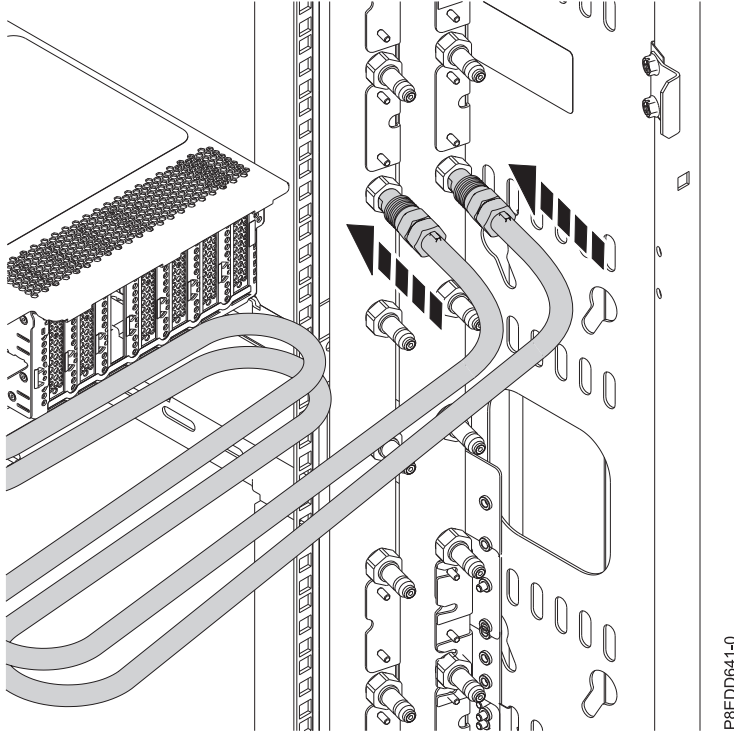

Figura 224. Conexión de las mangueras de agua
7. En un sistema refrigerado por agua, conecte las mangueras de agua de la parte posterior del bastidor en el colector, tal como se muestra en la Figura 224. Asegúrese de enchufar la manguera macho en el enchufe hembra del colector y la manguera hembra en el enchufe macho del colector.